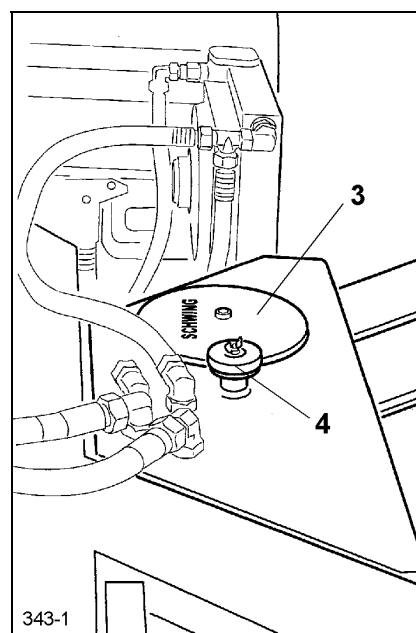

Fig. 2
- Limpiar los alrededores de la tapa de limpieza (por ej. 3, Fig. 2) y desmontar la tapa.